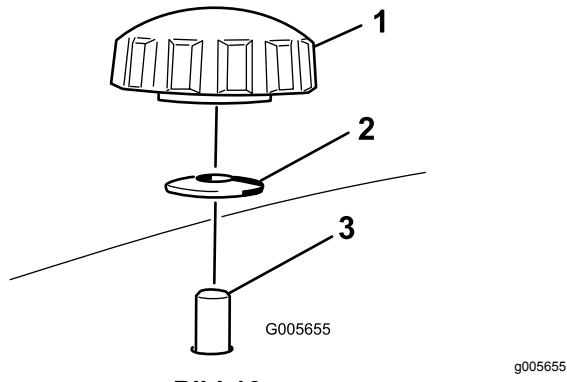

Bild 16
4. Nehmen Sie die beiden Handräder und die Wellenscheiben ab, mit denen das rechte Ablenkblech am Mähwerk befestigt ist (**Bild 16**).
5. Nehmen Sie das rechte Ablenkblech ab und senken Sie das Grasablenkblech über der Auswurfkanalöffnung ab, wie in Bild 16 und Bild 17 dargestellt.
5. Schieben Sie das rechte Ablenkblech unter das Mähwerk und befestigen Sie es mit zwei Handrädern und Wellenscheiben (kappenförmige Seite zum Mähwerk), wie in Bild 16 und Bild 17 abgebildet.